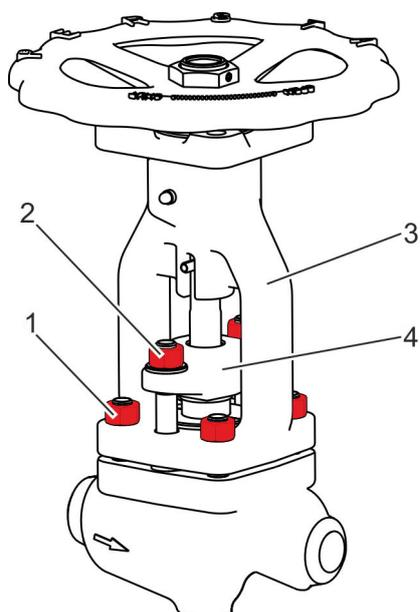

Abb. 32: Muttern aufschrauben
- 41.** Muttern (Abb. 32/1) auf die Stiftschrauben im Gehäuse locker aufschrauben.
- 42.** Stopfbuchsbrille (Abb. 32/4) auf den Stiftschrauben im Gehäuse aufstecken.
- 44.** Muttern (Abb. 32/2) mit den Stiftschrauben im Gehäuse locker verschrauben.